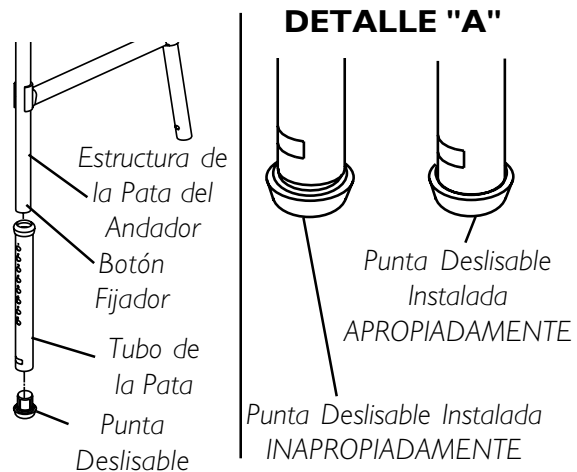

FIGURA 3 - INSTALANDO LA PUNTA DESLISABLE
INSTALANDO LA PUNTA DESLISABLE (FIGURA 3)
4. Asegúrese de que la punta deslizable **NUEVA** está propiamente instalada según se muestra en el **DETALLE "A"** de la **FIGURA 3**. Si es necesario, golpee ligeramente la punta deslizable hasta que quede en su posición correcta.